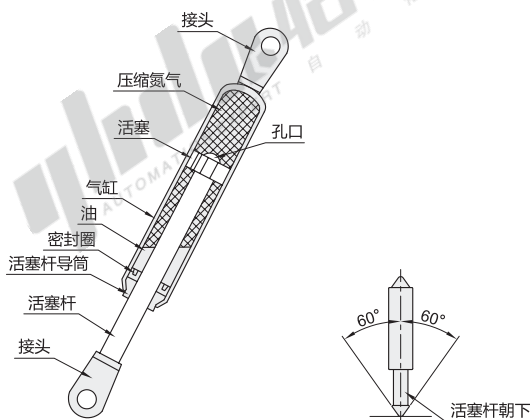

图1
- 2、氮气弹簧活塞杆必须向下位置安装（图1）不得倒装，这样可以保证内部油能始终保护橡胶密封件，达到减低摩擦和确保最好的阻尼质量效果。